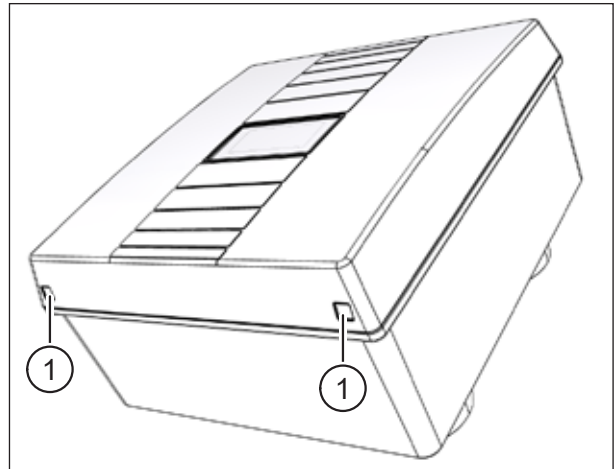

Abb. 2: Gerätedeckel von Lüftungsgerät abnehmen
- ▶ Drücken Sie mit beiden Daumen auf die beiden Rasthaken (Pos. 1 in Abb. 2) an der Unterseite des Lüftungsgerätes. Der Gerätedeckel löst sich.